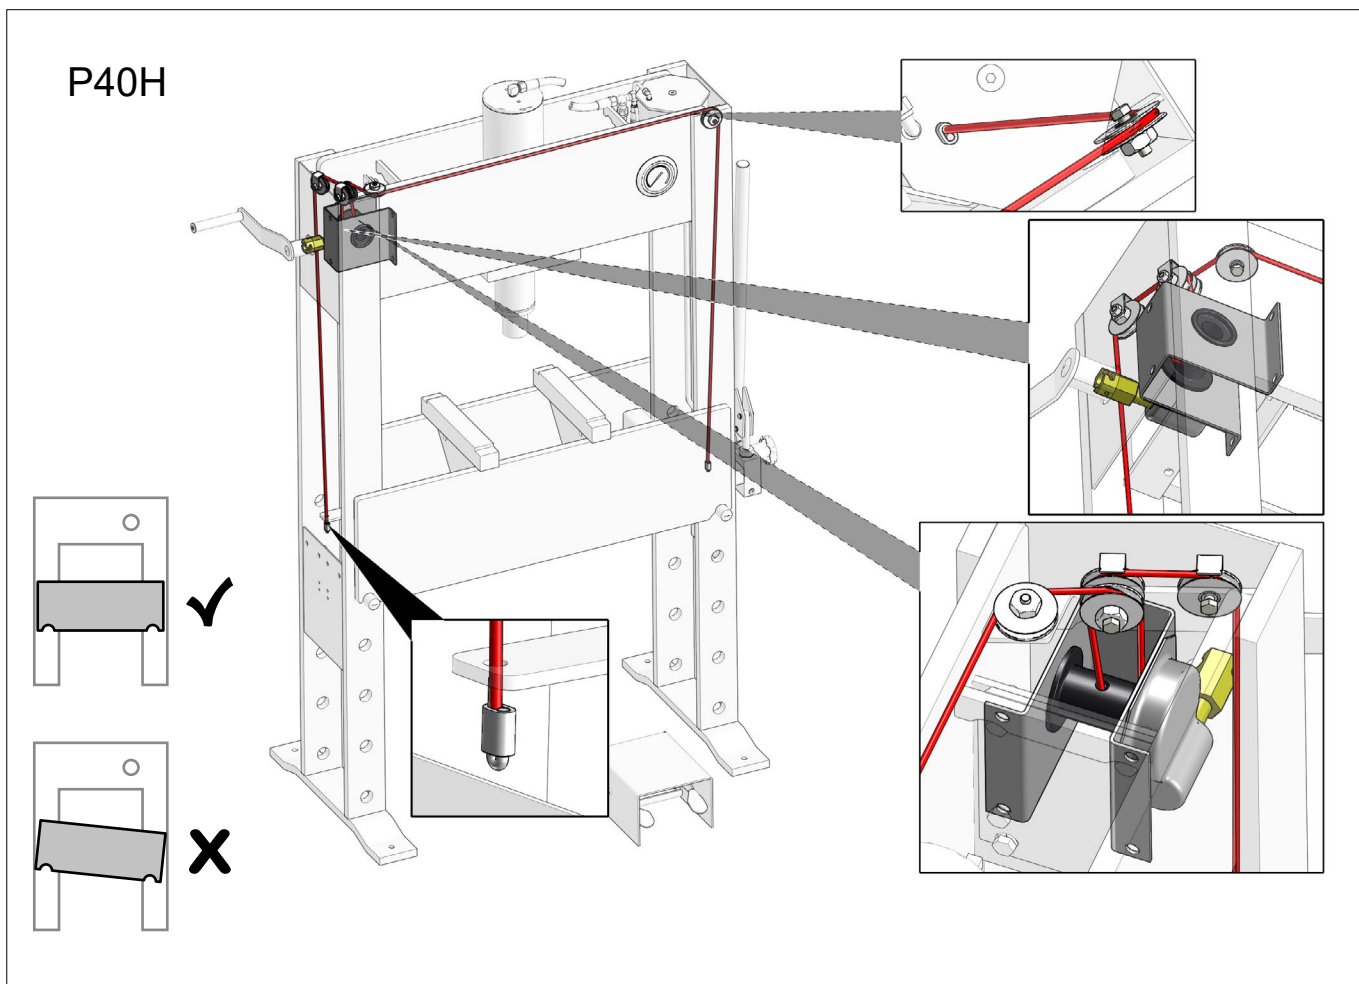

Fig.32
- Spilletets wire og wizens fastgørelse (Fig.32) - (Fig.34)
- Winch and wire for wear and tear (Fig.32) - (Fig.34)
- Winde und Draht für Verschleiß (Fig.32) - (Fig.34)
- Treuil et fil pour l'usure (Fig.32) - (Fig.34)
- Vinsch och tråd för slitage (Fig.32) - (Fig.34)
- Vinssi ja lanka kulumista varten (Fig.32) - (Fig.34)
- Lier en draad op slijtage (Fig.32) - (Fig.34)
- Compruebe que el polipasto y su cable no presenten daños (Fig.32) - (Fig.34)
- Лебедка и трос на износ (Fig.32) - (Fig.34)
- Verricello e filo per usura (Fig.32) - (Fig.34)